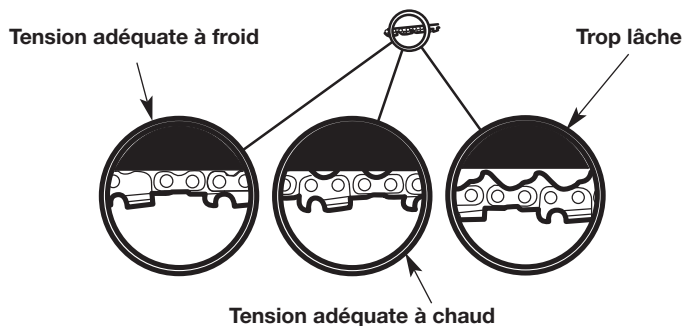

Fig. 31
La tension de chaîne souhaitée dépend de la température de la chaîne (Fig. 31).
- Réglage à froid de la tension de la chaîne - La chaîne de la tronçonneuse doit être bien ajustée contre le dessous du guide-chaîne. Il ne doit y avoir aucun fléchissement (Fig. 31).
- Réglage à chaud de la tension de la chaîne - La chaîne de scie s'allongera tandis qu'elle s'échauffe pendant le fonctionnement. Les maillons d'entraînement doivent pendre d'environ 1,3 mm (1/16 de po) de la rainure de guide-chaîne (Fig. 31).